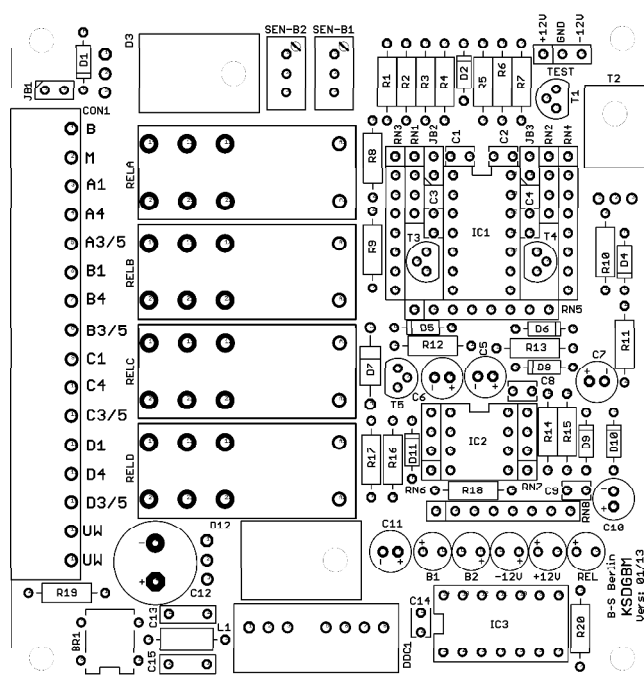

Abb. 2
2.1.1 Anordnung der Bauelemente (Abb. 2) auf dem Board des KSDGBM 12/12